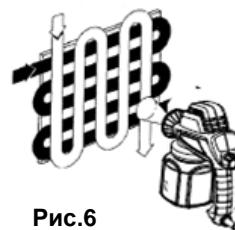

Рис.6
- Сначала малыми дозами распыляемого материала покрывается внешняя поверхность, углы, небольшие декоративные элементы. После этого покрывайте остальную обрабатываемую поверхность. Начинайте процесс распыления на расстоянии около 10 см от поверхности и также заканчивайте. Начинайте наносить материал от края к центру, обрабатывайте поверхность движениями в перекрестных направлениях. Поверхность однородного качества образуется, если "дорожки" будут располагаться внахлест соответственно на 4-5 см (Рис.6).